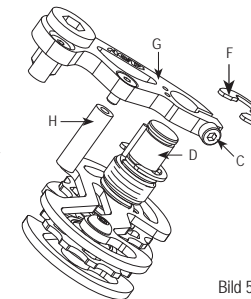

Bild 5
Die Federvorspannung im Lieferzustand ist für den normalen Einsatz optimiert. Wenn diese nicht ausreichend sein sollte besteht die Möglichkeit die Federvorspannung um ca. 12% zu erhöhen. Hierzu müssen Sie zuerst mit einem 2,5mm Inbusschlüssel den langen Anschlag (H) entfernen. Jetzt lösen Sie die Schraube (C) mit dem 3mm Inbusschlüssel und entfernen den äußeren Sprengring (F) mit einem kleinen Schraubendreher. Anschliessend können Sie die Drehachse (D) mitsamt Feder und Käfig vom Hauptarm (G) abziehen. Jetzt positionieren Sie den langen Federschinkel in dem oberen Loch und schieben sie die Drehachse wieder vorsichtig zurück in die Bohrung des Hauptarmes. (Siehe Bild 5) Nun müssen sie den Sprengring wieder an seinem ursprünglichen Platz montieren bis er spürbar einrastet. Abschließend spannen Sie den Käfig vor, montieren den langen Anschlag wieder und prüfen Sie die Kettenlinie wie oben beschrieben. Wir empfehlen den Rear-Stinger für diesen Arbeitsgang vom Rahmen und der Kette zu demontieren.